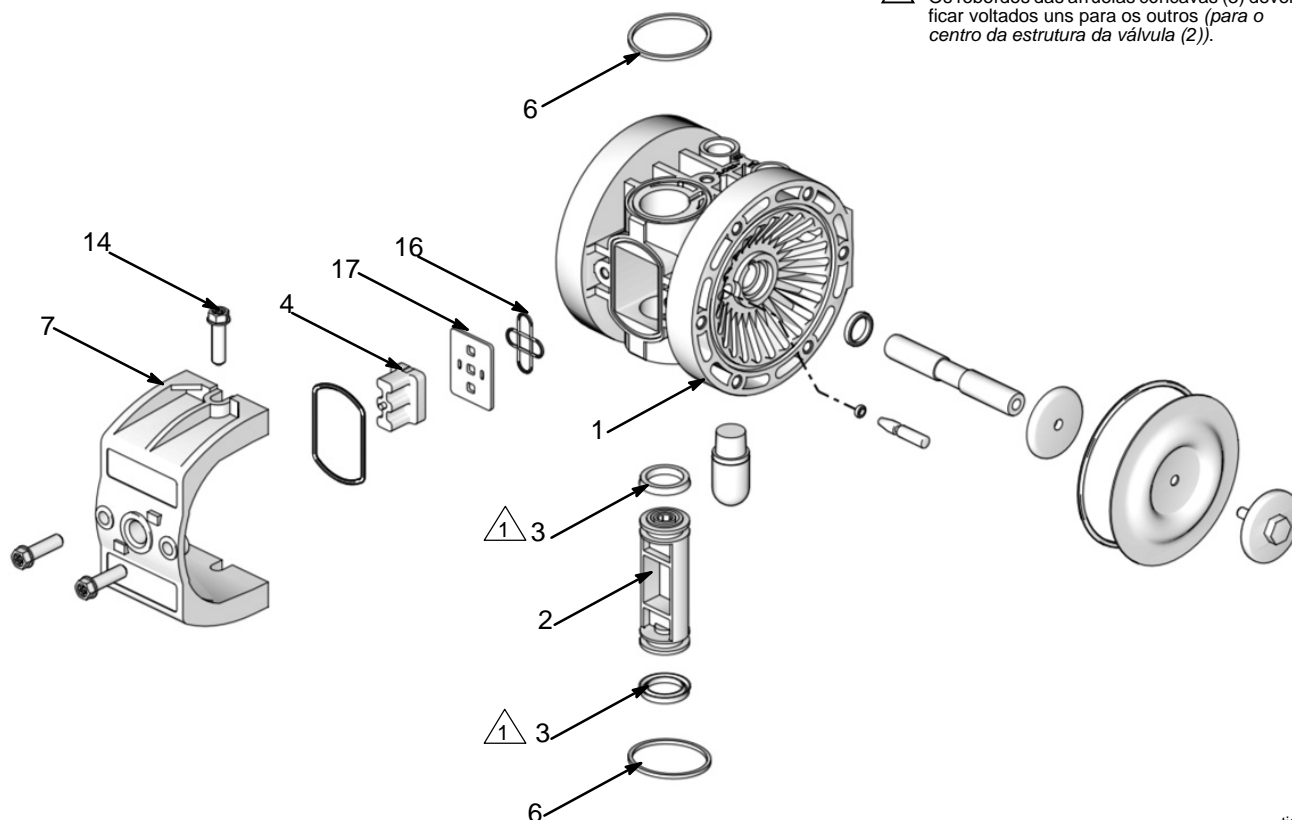

FIG. 5.
Repare a válvula de ar da seguinte forma. Consulte FIG. 5.
2. Retire os quatro parafusos (14) que seguram a tampa da válvula (7) no compartimento central (1).
3. Retire o bloco da válvula (4) e a estrutura da válvula (2) e substitua as arruelas côncavas (3). Substitua a estrutura e o bloco da válvula. Ao substituir a estrutura da válvula, posicione totalmente de um lado ou de outro.
- NOTA:** O bloco da válvula apresentado em FIG. 5 destina-se a bombas com motor de ar operado a ar. Se a sua bomba possuir um motor operador por solenoide, ignore este passo. Os itens 2, 3, 4, 16 e 17 não são necessários.
5. Para reinstalar a tampa da válvula (7), afaste o suficiente sem danificar os empanques dos anéis à esquadria (6) e deslize a tampa (7) para a secção central.
6. Instale os parafusos (14) e aperte com um momento de aperto de 45 a 47 in-lb (5,0 a 5,3 N•m). Consulte **Sequência de Aperto** na página 19.